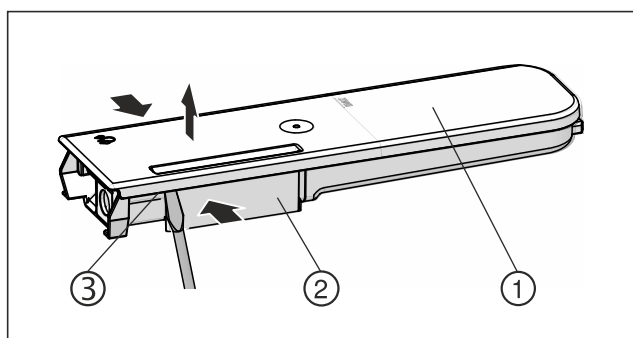

Fig. 146
- ▶ Stlačte zásobník na vodu Fig. 146 (2) a veko Fig. 146 (1) opatrne vypáčte a vytiahnite nahor cez západkové výstupky Fig. 146 (3).
- ▶ Vekom Fig. 146 (1) zľahka pohybujte sem a tam a odoberte ho smerom nahor.